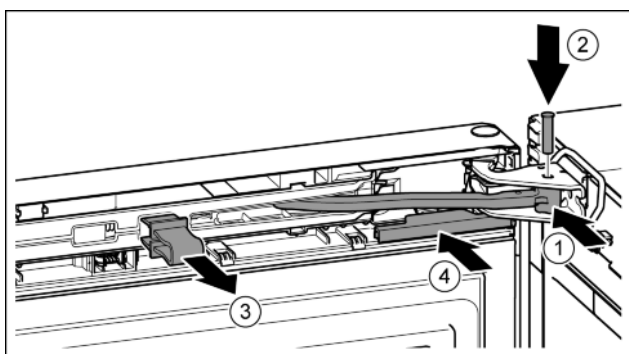

Fig. 49
- ▶ Повернуть шарнир в опорном кронштейне. Fig. 49 (1)
- ▶ Вставить палец в опорный кронштейн и шарнир. При этом следить за тем, чтобы выступ фиксатора занимал правильное положение в пазу. Fig. 49 (2)
- ▶ Снять предохранитель. Fig. 49 (3)
- ▶ Надвинуть крышку. Fig. 49 (4)